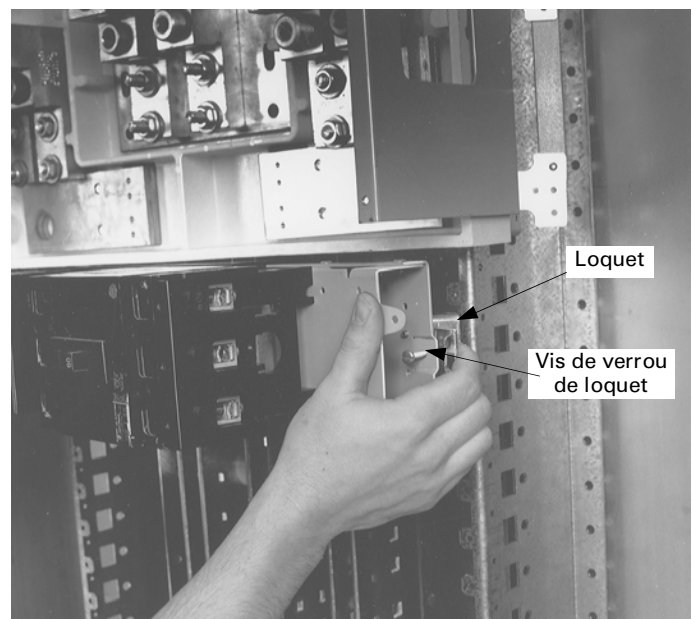

Figure 5. Pour positionner le module de disjoncteur.
4. **Positionner le module de disjoncteur.** Relâcher les vis de loquet de rail et rétracter entièrement les loquets. Aligner les doigts servant de guide sur les deux extrémités du module avec les encoches dans les rails de l'intérieur du panneau, comme montré à la Figure 5. N'allouer aucun espace entre les unités.